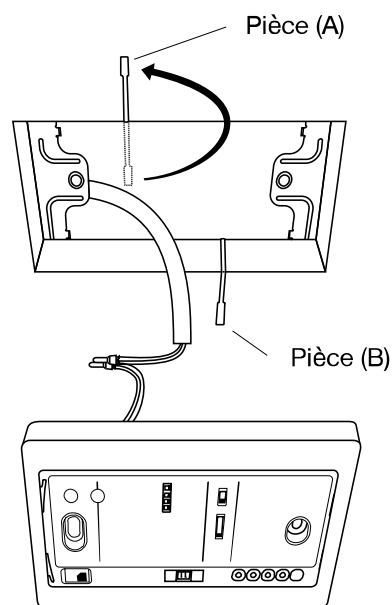

Fig. 3-27
4. A l'aide des parties (A) et (B), maintenez le support. (Fig. 3-27)